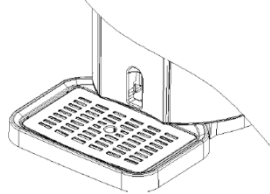

Abbildung 10
2. Den Bolzen aufrecht gegen die Dichtung an der oberen Mitte des Fasses drücken (vielleicht müssen Sie den Markierungsring abreißen oder ein geeignetes Dichtungsmittel wählen), drücken Sie den Durchsteckbolzen / Fass Heber um ihn in die Dichtung zu stecken und dann den Bolzen schnell in das Fass eintauchen. Um den Hahn Mechanismus zu montieren, drücken Sie bis ein "Ka" Ton zu hören ist, dies zeigt das der Hahnmechanismus auf dem Bierfass fixiert ist. (Siehe Abbildung 10)